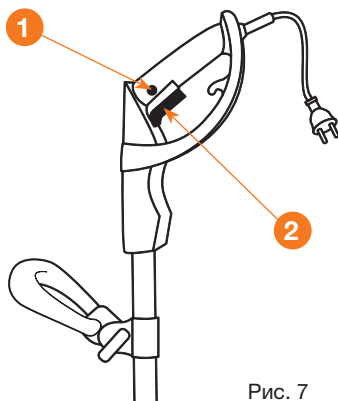

Рис. 7
2. Нажмите и удерживайте кнопку блокировки включения **1** (Рис. 7).
3. Продолжая удерживать кнопку блокировки включения **1**, прижмите кнопку включения двигателя **2** к рукоятке (Рис. 7). Двигатель заработает и фрезы начнут вращение.